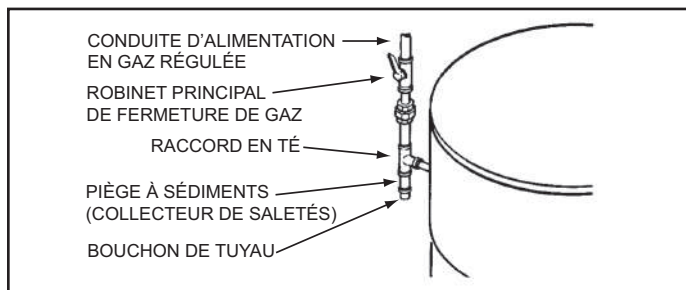

Figure 52
S'assurer que tout le tuyau de gaz est propre à l'intérieur avant l'installation. Pour piéger toute saleté ou tout corps étranger dans la conduite d'alimentation en gaz, un piège à sédiments (collecteur de saletés) doit être installé comme l'indique la Figure 52. Le piège à sédiments doit être facilement accessible et ne pas être soumis aux conditions de gel. Installer conformément aux recommandations de compagnie du gaz locale.
7. Installer un piège à sédiments (collecteur de saletés) comme l'indique la Figure 52 à la page 36.
8. Installer un robinet d'arrêt de gaz principal dans la conduite d'alimentation de gaz comme l'indique la Figure 52 à la page 36.
1. Pour les pressions d'essais supérieures à 1/2 lb/po² (3,45 kPa), déconnecter le chauffe-eau et son robinet d'arrêt de gaz principal du système de tuyauterie d'alimentation en gaz pendant les tests, voir la Figure 52 à la page 36. La conduite d'alimentation en gaz doit être bouchée lorsqu'elle est déconnectée du chauffe-eau.